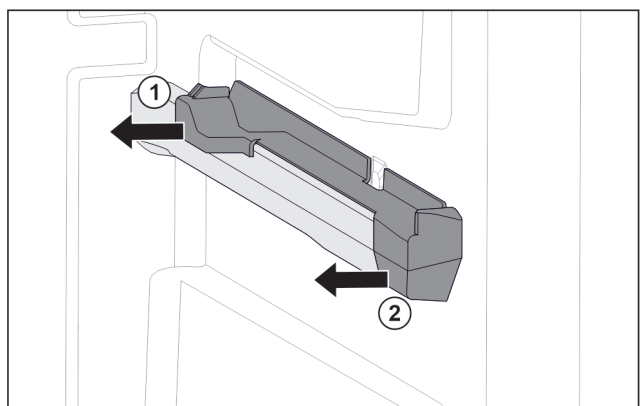

Fig. 82 Вставна частина на правому ребрі для резервуару
- ▶ Відсунути вставну частину назад вбік. Fig. 82 (1)
- ▶ Відсунути вставну частину вперед вбік. Fig. 82 (2)